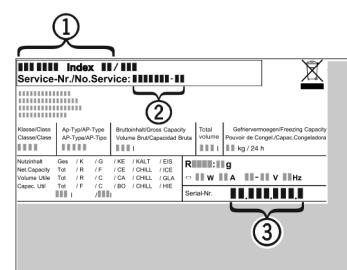

Fig. 11
- ▶ Apparaataanduiding *Fig. 11 (1)*, servicenr. *Fig. 11 (2)* en serienr. *Fig. 11 (3)* van het typeplaatje aflezen. Het typeplaatje bevindt zich aan de linkerkant binnen in het apparaat.
- ▶ Contact opnemen met de Technische Dienst en het probleem, apparaataanduiding *Fig. 11 (1)*, servicenr. *Fig. 11 (2)* en serienr. *Fig. 11 (3)* mededelen.